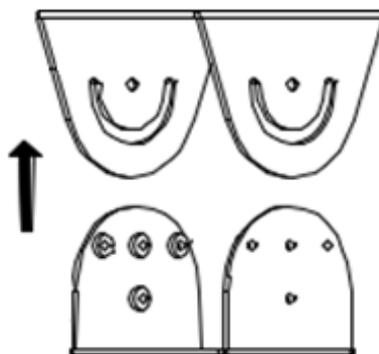

Рисунок 2.13 – Отделение крепления к камере от карданного шарнира кронштейна к горизонтальной балке
- 2) Отделите крепление к камере от карданного шарнира (рис. 2.13).